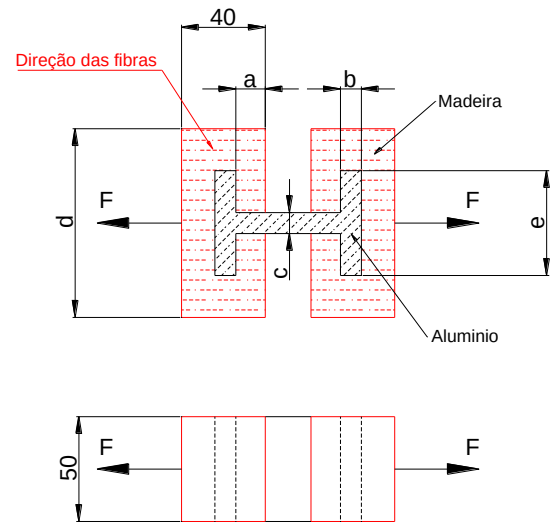

Figura 8
2. Duas peças de madeira serão unidas por uma peça de alumínio extrudado que possui limite de escoamento igual a 48 MPa. Estas peças estão sujeitas a uma força $F=10 \text{ kN}$, como mostra a figura 8.